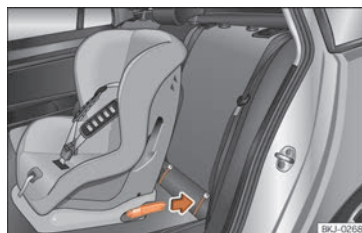

Fig. 39 Asientos traseros: colocación del asiento para niños con sistema ISOFIX.
- Enganche el asiento para niños en las argollas de sujeción ISOFIX o i-Size hasta que encastre de modo audible »» fig. 39. Si el asiento para niños dispone de anclaje Top Tether, conéctelo a la anilla respectiva »» pág. 62. Siga las instrucciones del fabricante del asiento para niños.